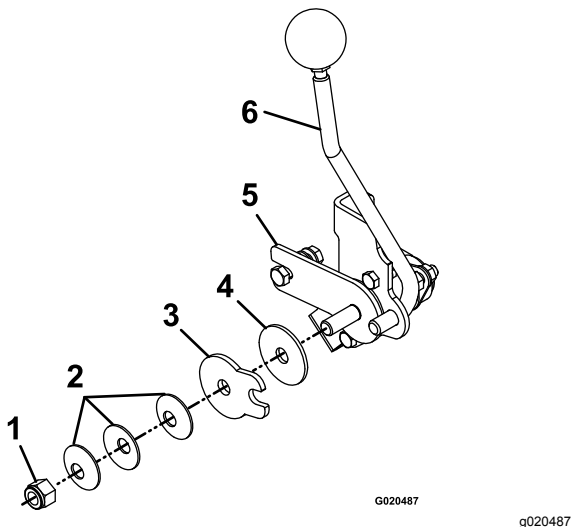

Bild 62
3. Stellen Sie zum Anpassen der Spannung die Drehmutter ein, die sich am Ende der Fahrtriebsschwelle vor dem rechten Bedienfeld befindet (Bild 62).